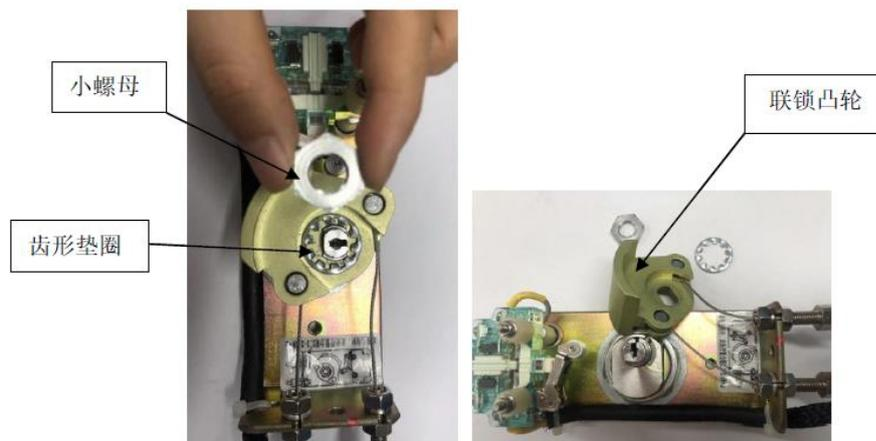

图 1
1、使用力矩扳手将小螺母拧下来，取下小螺母和齿形垫圈，如图 1 所示。